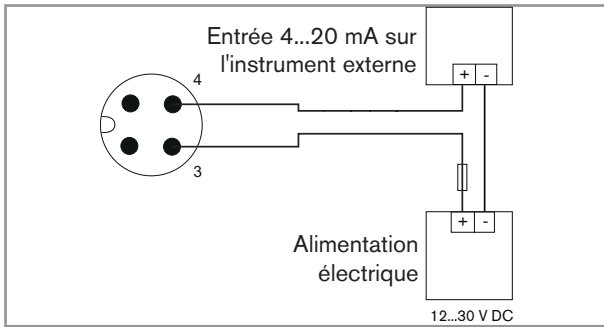

Fig. 6 : Appareil avec connecteur mâle M12 4 pôles – raccordement de la sortie courant
- Raccorder la sortie courant 4...20 mA. Se reporter à Fig. 6.